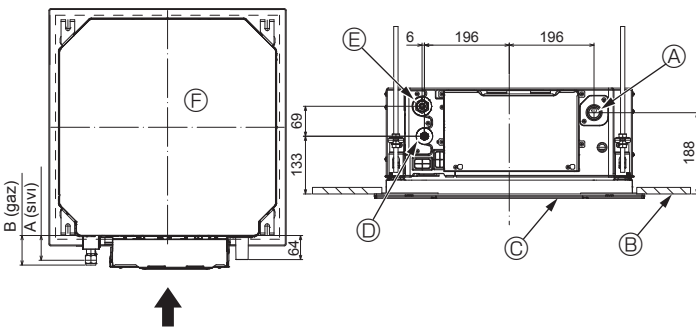

Fig. 5-7
5.3. Soğutma ve drenaj borularının yerleri (Fig.5-7)